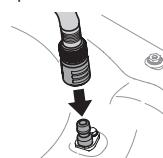

Figura 35
- Conecte la manguera de jardín con el pico de lavado de plataforma al puerto de agua que está sobre la superficie de su plataforma (Figura 35).